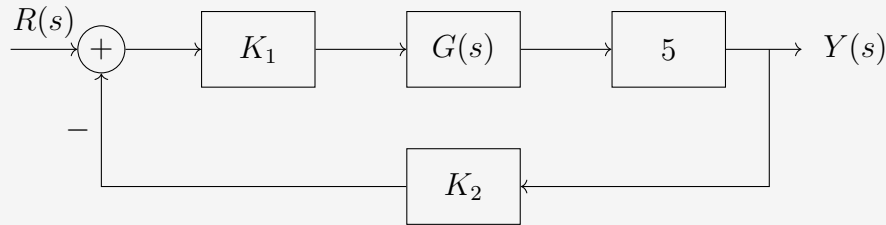

Figura 1: Sistema em malha fechada com parâmetros K_1 e K_2 .
Considere o sistema da Figura 1, cujos parâmetros K_1 e K_2 podem ser sintonizados livremente e o modelo $G(s)$ é dado por:
- (b) (1,25 pontos) Adicione uma malha externa de controle ao sistema da Figura 1 e projete um controlador adicional que garanta erro nulo ao rastreamento de referências em degrau, tempo de acomodação inferior a 0,75 segundos, e máximo sobressinal percentual inferior a 5%. O sistema não pode exibir *undershoot*.
Com a malha da Figura 1, definimos o ganho de laço: